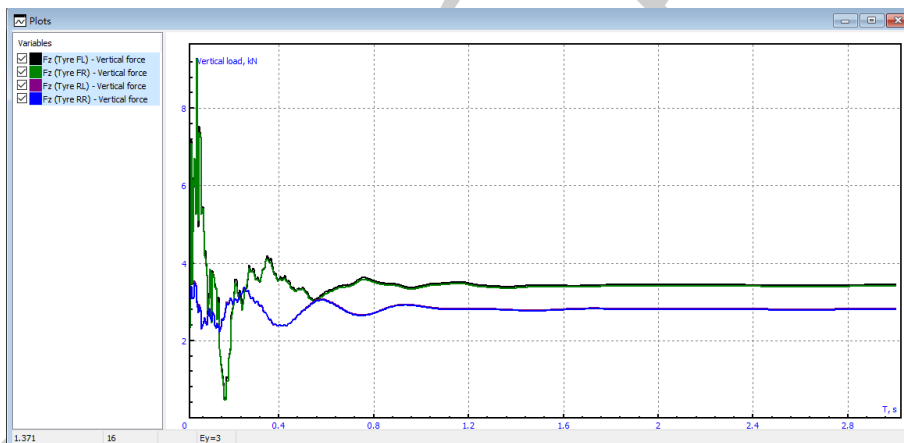

图 1.6
6. 点击 **Integration** 按钮或按 **F9** 键，开始仿真，如图 1.6 所示，四个垂向力都趋于平稳，可认为系统达到平衡状态。